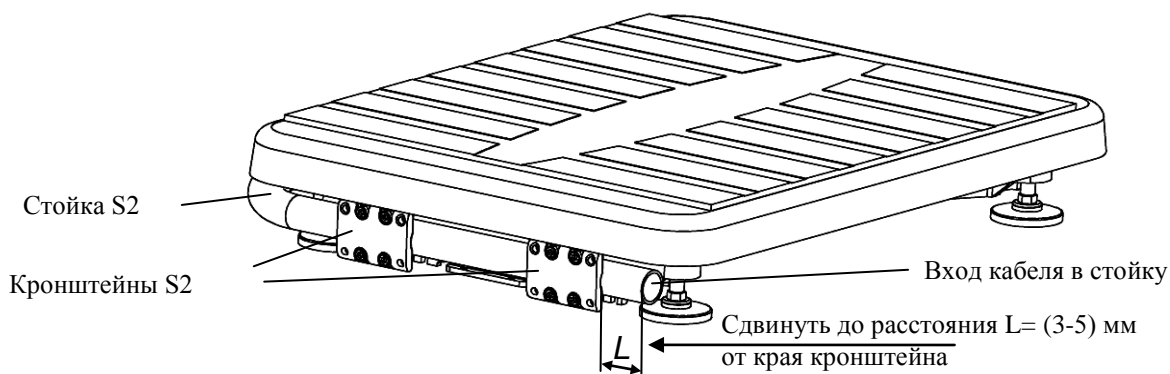

Рис. 7.2 - Крепление круглой вращающейся стойки к основанию весовой платформы
- В основании весов сдвинуть стойку в направлении указанном стрелкой (Рис. 7.2), обеспечив расстояние  $L = (3-5)$  мм от ее края до края кронштейна.
- Излишек кабеля на входе в стойку (Рис. 7.2) заправить внутрь стойки.